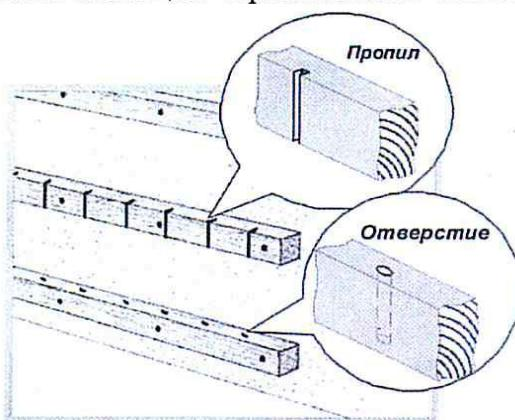

Рис.9
- требуется дополнительная подготовка брусков обрешетки в виде выверливания сквозных отверстий сверлом по дереву Ø 4-5 мм или прорезания пропилов глубиной 4-5 мм с шагом 100-150 мм по всей длине прикрепляемого бруска, как показано на рис.9. Это производится с целью обеспечения вентиляции внутреннего пространства между стеной помещения и ламинированной панелью;